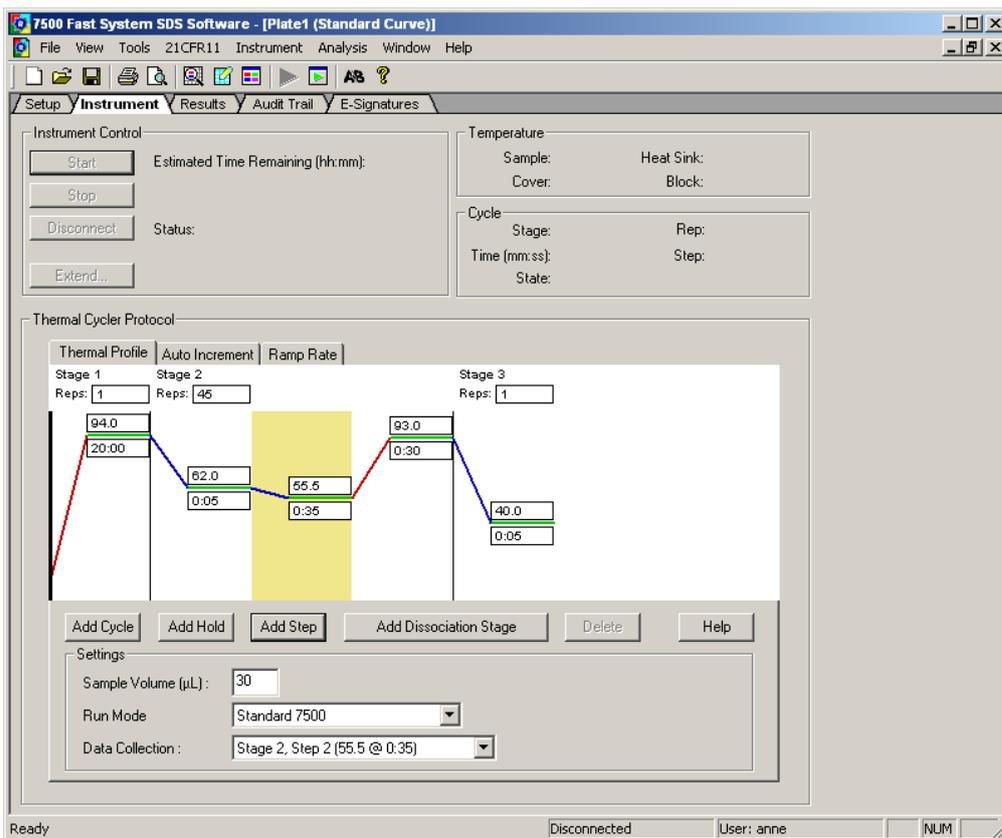

Abbildung 2: „Screenshot“ nach dem Erstellen des PCR-Programms.
- Überprüfen Sie die Einstellungen für das Thermal Cycler Protokoll mit den in Tabelle 7 angegebenen Werten (siehe Abbildung 2).